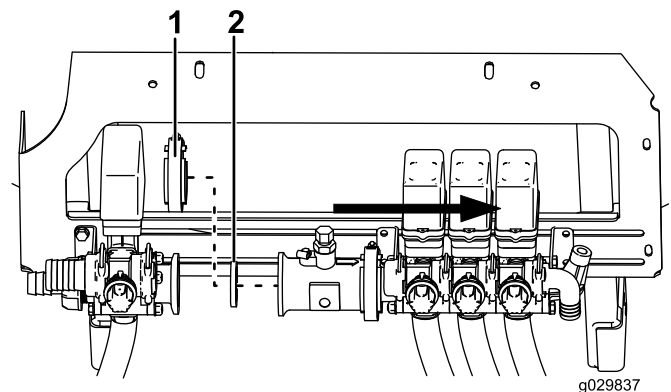

图2
4. 拆除蜗杆夹和垫片，小心地将流量计和喷洒臂段阀门总成滑离搅拌阀（图2）。